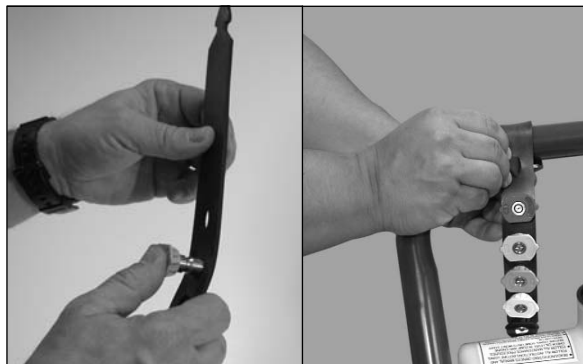

Figure 9 - Insérer les buses de pulvérisation dans le support pour les buses.
- Mettre les buses de connexion rapide dans le support pour les buses et le fixer sur le manche du nettoyeur haute pression. Voir la figure 9.